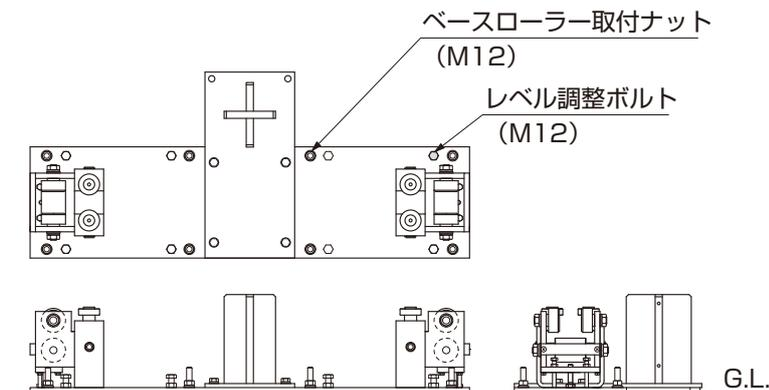

図3-1
①レベルが一番高いところを基点にして、他の7箇所の「ベースローラー取付ナット」を緩めてください。(図3-1参照)